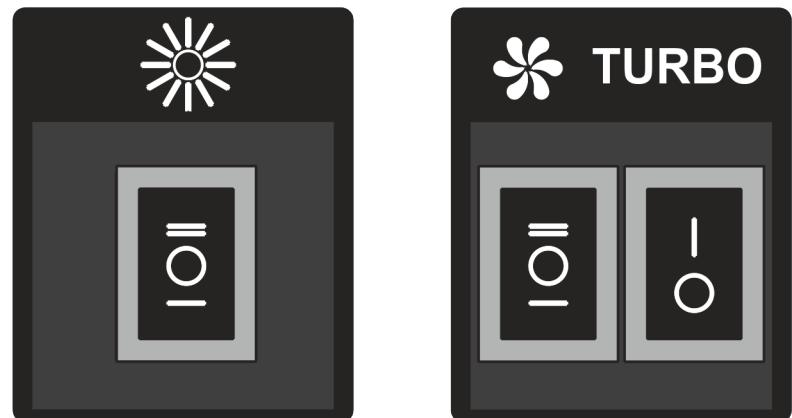

Рис.5
7.3 На боковинах корпусу розміщений клавішний перемикач режимів роботи і включення ламп освітлення (рис.5).